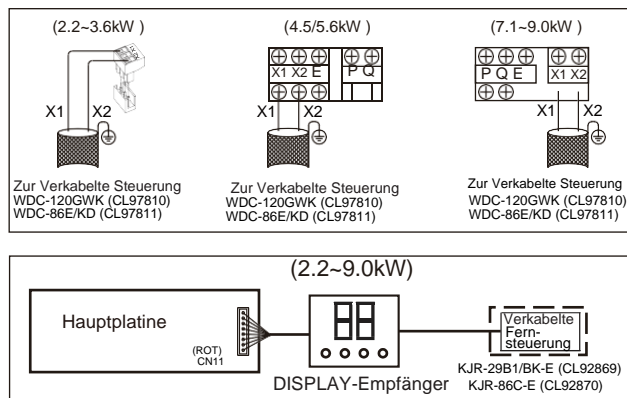

Abb. 6.10
- Die Anschlüsse X1/X2, D1/D2 auf der Hauptsteuerplatte und der unidirektionale Kommunikationsanschluss (auf der Empfängeranzeigeseite) sind für verschiedene Arten der kabelgebundenen Steuerung vorgesehen (siehe Abb. 6.10).